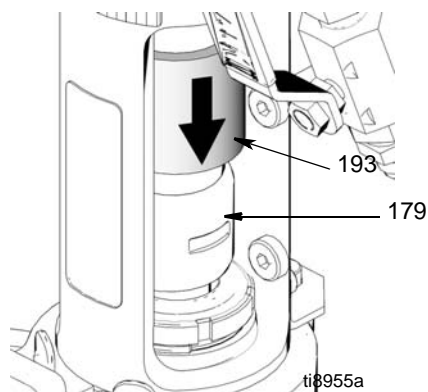

FIG. 24
5. (Fig. 24) Far scorrere il carter del manicotto di giunzione (193) fino a esporre l'asta della pompa. Installare i manicotti di giunzione (179) sull'asta.